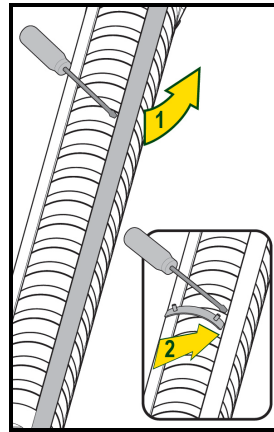

Fig.1a
1. För in basen under de två stagen med hjälp av en skruvmejsel (fig. 1a-1b).